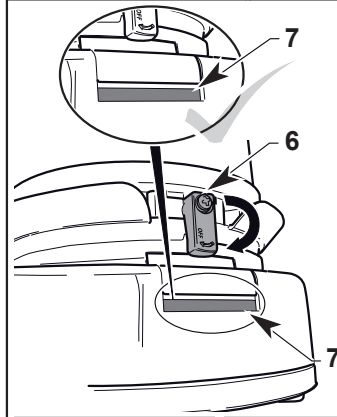

Fig. 13
- Presione la batería (14 Fig. 13) hasta que escuche el "clic" de acoplamiento.